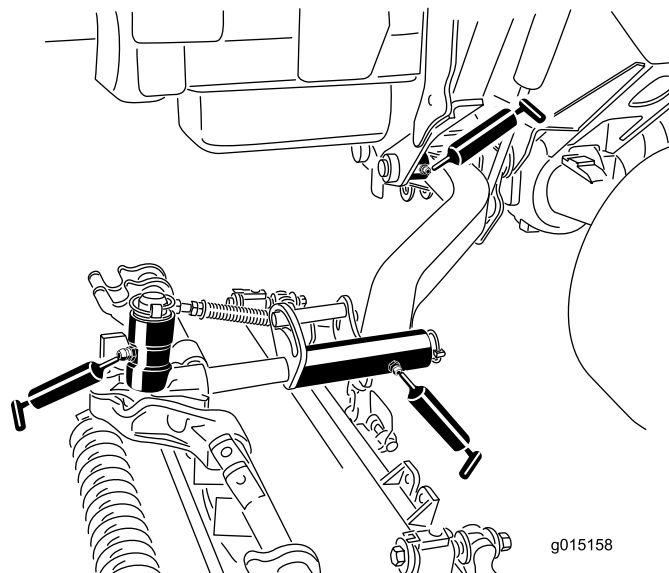

図 51
- ・ 昇降アームのピボットブッシュ (カッティングユニット 1 台に 1 ヶ所) (図 51)
- ・ カッティングユニットのキャリアフレーム (カッティングユニット 1 台に 2 ヶ所) (図 51)
- ・ 昇降アームのピボット (カッティングユニット 1 台に 1 ヶ所) (図 51)